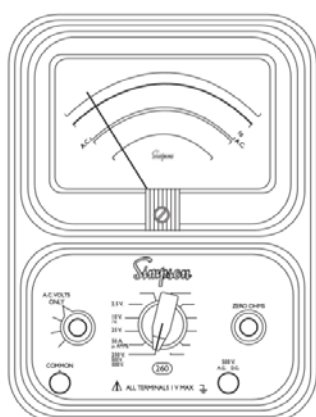

Figura 4-7. Posición de contactos e interruptores para medición de voltaje CA, Rango 0 hasta 1000 V
- Ajuste la función del interruptor a CA (figura 4-7)